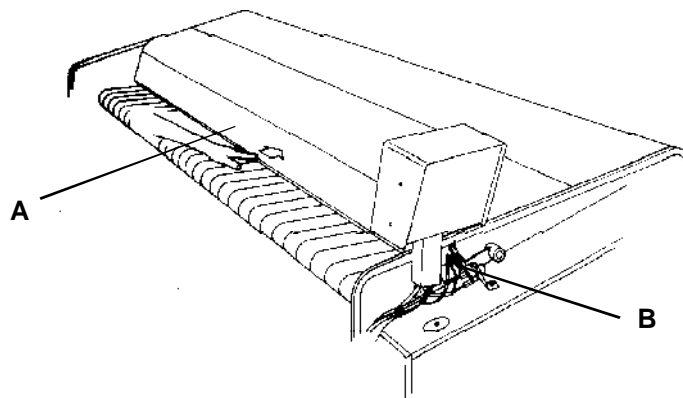

fig. 29
The hand guard stop is a **SAFETY** device consisting of a mobile guard (cover) (**fig. 29/A**) located on the front of the machine (**fig. 29/B**). The function of this device, when activated, is to immediately and **PERMANENTLY STOP** (same duration as the emergency stop) the machine.
- Frontally press the guard lower side (**fig. 29/A**).
El paro de protección de manos es un elemento de **SEGURIDAD** consistente en un resguardo (tapa) móvil (**fig.29/A**), ubicado en la zona frontal de la máquina, que acciona un mecanismo (**fig.29/B**). La misión de este elemento al ser accionado, es **DETENER** inmediatamente (en tiempo idéntico al paro de emergencia) y de forma **MANTENIDA** la máquina.
- Presionar frontalmente en la parte inferior de la tapa (**fig. 29/A**).
L'arrêt du protège-doigts est un élément de **SECURITE** consistant en un protecteur mobile (**fig. 29/A**), placé à l'avant de la machine, qui actionne un mécanisme (**fig. 29/B**). La fonction de cet élément quand il est activé consiste à **ARRETER** immédiatement (même durée que l'arrêt d'urgence) et de façon **CONTINUE** la machine.
- Presser frontalement sur la partie inférieure du protecteur (**fig. 29/A**).
This function is attributed to the hand guard stop (**fig. 29/A y 29/B**), enabling the machine to be instantaneously stopped from any point of the ironing area.
Esta misión queda asignada al paro de protección de manos (**fig. 29/A y 29/B**), que permite detener instantaneamente la máquina desde cualquier punto de la zona de planchado.
Cette fonction est assignée à l'arrêt du protège-doigts (**fig. 29/A et 29/B**), permettant d'arrêter immédiatement la machine de n'importe quel point de la zone de repassage.